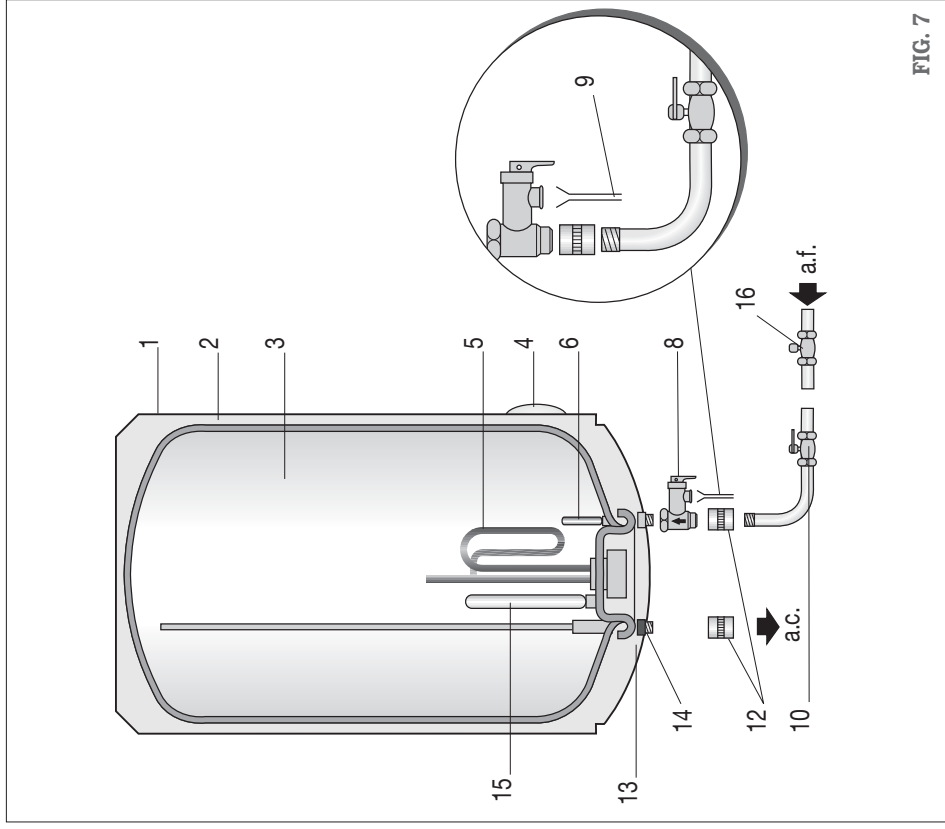

FIG. 7
**Les thermos TNC seront toujours installés en position verticale, avec les branchements d'eau au-dessous (voir fig. 7) page 21, sauf dans le cas des modèles TNC 80 H, TNC 100 H et TNC 150 H, qui seront toujours installés à l'horizontale, et il sera de même pour les branchements d'eau qui seront situés au-dessous (voir fig. 8, page 22).**
Pour faciliter au moment venu, le contrôle et le nettoyage interne, un espace libre de au moins 25 cm doit exister entre le couvercle de protection (pos. 13 dans les figs 7 et 8, pages 21 et 22) du thermos, ainsi que tout obstacle fixe.
Pour l'installation des canalisations d'eau, veuillez tenir compte des règles de base pour la prévention de la corrosion : "N'utilisez pas de cuivre au lieu de fer ou d'acier, dans le sens de la circulation de l'eau". Pour éviter les paires galvaniques, ainsi que son effet destructeur, filetez sur les deux tubes du thermostat, (tel qu'il est décrit sur les schémas des figures 7 et 8, pages 21 et 22) et, avec un ruban de Téflon, protégez les manchons isolants (pos. 12) fournis avec le thermostat.
Filetez au tube d'entrée d'eau froide (bleu) du thermostat le groupe de sécurité hydraulique avec le dispositif de vidange (pos. 8, figures 7 et 8, pages 21 et 22) fournis avec le thermostat et au manchon électrolytique. Installez dans le tube d'alimentation d'eau froide une clé de coupure, comme il est décrit dans les schémas (figs. 7 et 8, pages 21 et 22).
L'utilisation généralisée de vannes anti-dérive dans les branchements du réseau d'eau sanitaire, crée une forte augmentation de pression de par l'effet du processus de chauffage ; dans ces cas, il est indispensable de conduire l'écoulement d'eau de la vanne de sécurité à un tube d'évacuation pourvu d'un siphon (figures 7 et 8, pos. 9, pages 21 et 21); ce tube doit sortir à l'extérieur et doit être installé avec une pente continue vers le bas.
Connectez le thermostat en branchant la fiche. La lampe témoin (pos. 7, figs. 7 et 8, pages 21 et 22) allumée indique que l'eau est en train de chauffer; si elle est éteinte, cela indique que toute l'eau chaude est à la température sélectionnée dans le thermostat de réglage du thermostat (pos. 11, figs. 7 et 8, pages 21 et 22).
Il est indispensable que le Service d'Assistance Technique (SAT) contrôle tous les ans votre thermostat pour éliminer le calcaire qui s'est déposé sur l'élément de chauffage (pos. 5, figs. 7 et 8, pages 21 et 22), et vérifier l'état de l'anode de magnésium (pos 15, figs. 7 et 8, pages 21 et 22). Si l'eau dans votre région est très dure ou corrosive, vous devrez solliciter des contrôles plus fréquemment.
5.1. Instalación vertical / Instalação vertical / Installation verticale (fig 7).